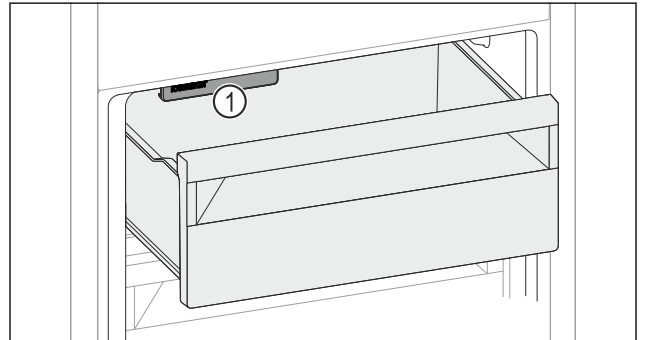

Fig. 217
- IceMaker Fig. 217 (1) berücksichtigen.